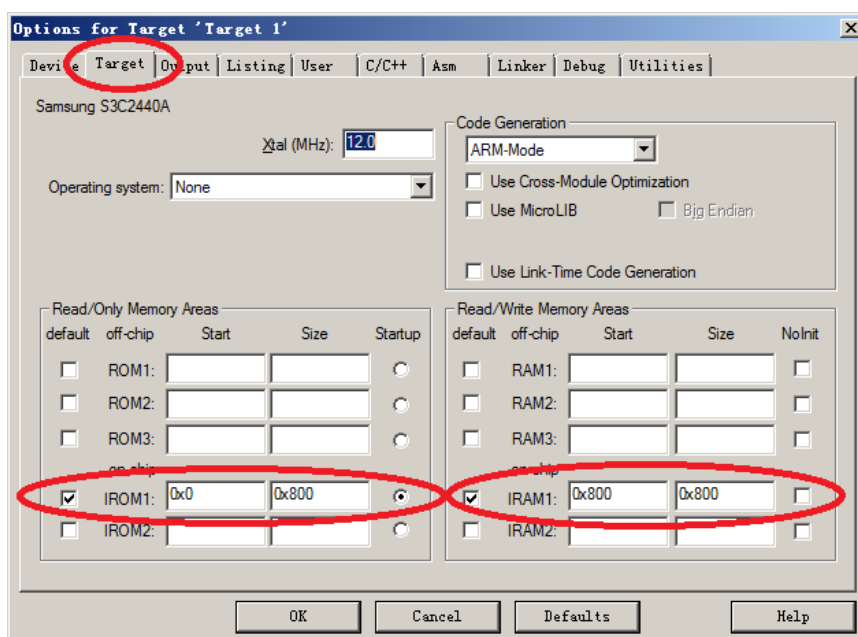

图 2-6 设置存储器映射
(2) 启动 Keil uVision, 新建一个工程 ex02-1。不需要系统提供的 Startup 文件。建立汇编源文件 ex02-1.s, 编写实验程序, 然后添加到工程中。
(3) 设置工程选项，存储器映射。见图 2-6。